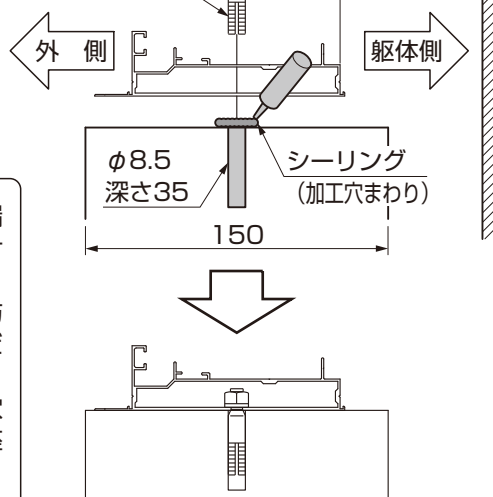

図2-1
- ①コンクリートブロックの天面に腰壁ブロック防水テープを張付けてください。
- ②腰壁ベース材の躯体側面～躯体間をD寸法で位置決めしてください。（図2-1参照）
- ③コンクリートブロックにφ8.5、深さ35の穴をあけてください。
- ④腰壁ベース材をコンクリートブロックに【1-10】、【45-1】で取付けてください。
- ⑤取付けた【1-10】、【45-1】の周りをシーリングしてください。